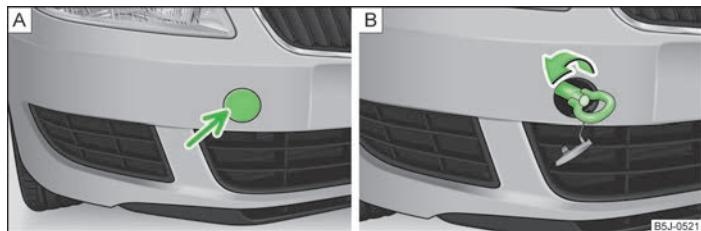

Fig. 140 Paragolpes delantero: Caperuza protectora/montaje de la argolla de remolque
- Presionar la mitad izquierda de la caperuza cobertora en la dirección de la flecha 1 » fig. 140 - A.
- Enroscar manualmente la argolla de remolque girándola hacia la izquierda hasta el tope » fig. 140 - B. Para fijar la argolla recomendamos utilizar p. ej. la llave para rueda, la argolla de remolque de otro vehículo u otro objeto parecido que se pueda pasar por la argolla.